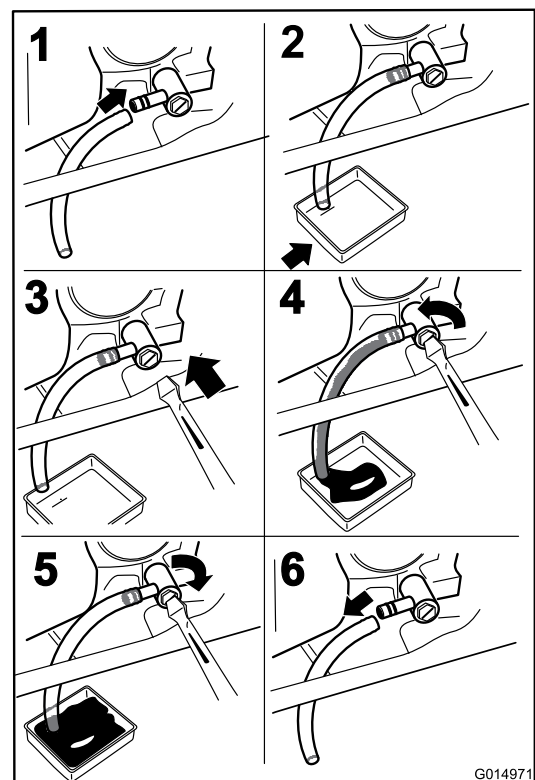

Figura 39
3. Desligue o motor, retire a chave e aguarde até que todas as partes em movimento parem antes de sair da posição de operação (Figura 39).